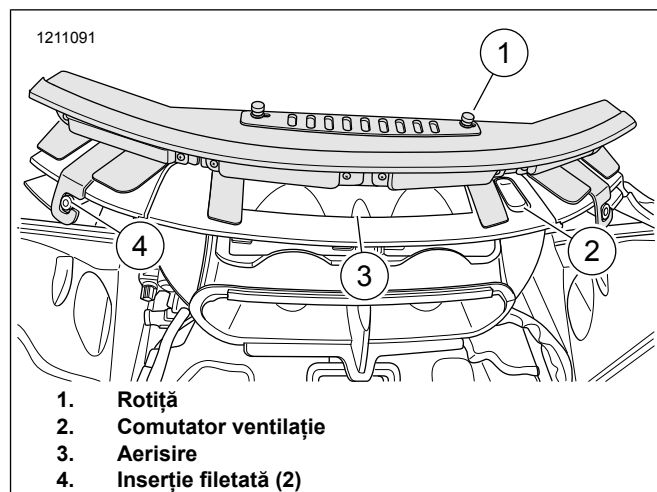

Figura 6. Plasarea corpului de iluminat
6. A se vedea figura 6. Verificați dacă comutatorul ventilației (2) este în poziție deschisă.
7. Poziționați lumina deasupra orificiului de ventilație (3) cu roțițele (1) cu fața în sus.
8. Aliniați suporturile de montare din stânga și din dreapta peste inserția filetată (4).